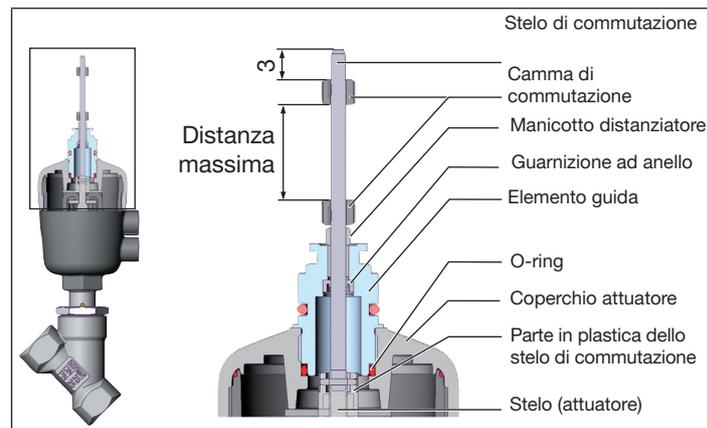

Figura 11: Montaggio dello stelo di commutazione (2), serie 20xx
- Spingere l'O-ring verso il basso nel coperchio dell'attuatore (vedere "Figura 11").
Assicurarsi che la distanza tra le due camme di commutazione sia massima (vedere "Figura 11").